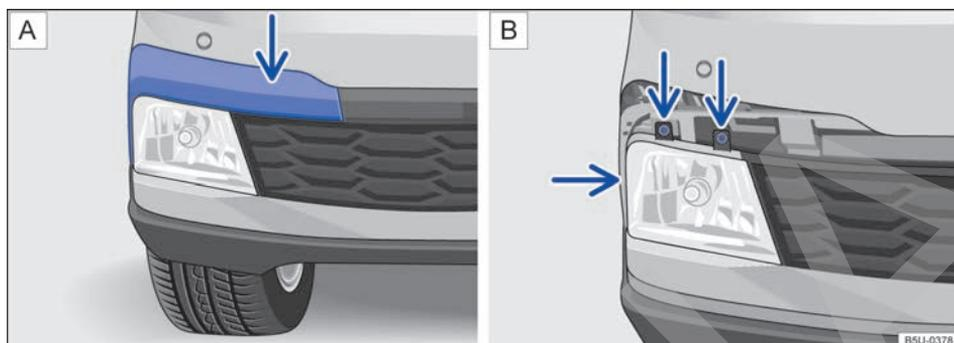

Fig. 150 En el paragolpes delantero:  desinstalar la moldura del farol de neblina y  retirar los tornillos del farol de neblina.
2. Desencajar la moldura, con cuidado → , primero del lugar indicado por la flecha → fig. 150 . Desmontar completamente para acceder a los tornillos del farol de neblina.
3. Retirar los tornillos de fijación indicados por las flechas → fig. 150 .